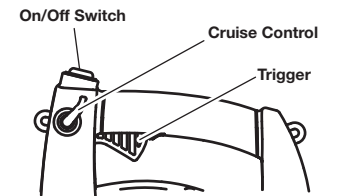

Fig. 14
REMARQUE : L'appareil devrait être démarré au ralenti. Ne pas presser sur la gâchette jusqu'à l'étape 8 (Fig. 14).
REMARQUE : L'appareil devrait être démarré au ralenti. Ne pressez pas la gâchette avant d'atteindre l'étape 9 (Fig. 14).
- Pressez la gâchette en continu ou enfoncez le régulateur de vitesse (Fig. 14), et laissez le moteur se réchauffer pendant 30 à 60 secondes.
- Maintenez la commande Marche/Arrêt enfoncée en position ARRÊT (O) jusqu'à ce que le moteur soit complètement arrêté (Fig. 14).